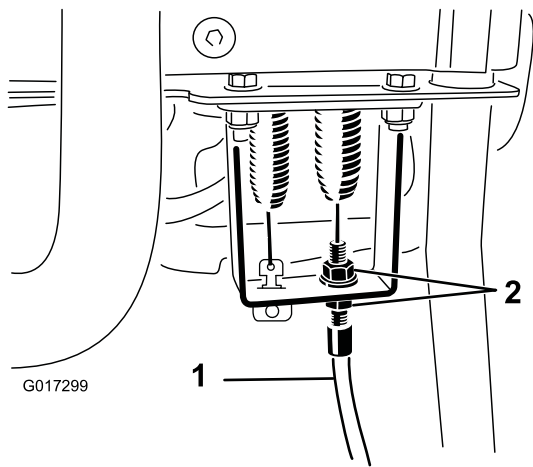

Bild 45
4. Lösen Sie den Spindelbowdenzug am Holmschott, bis das Kabel Spiel hat (Bild 45).